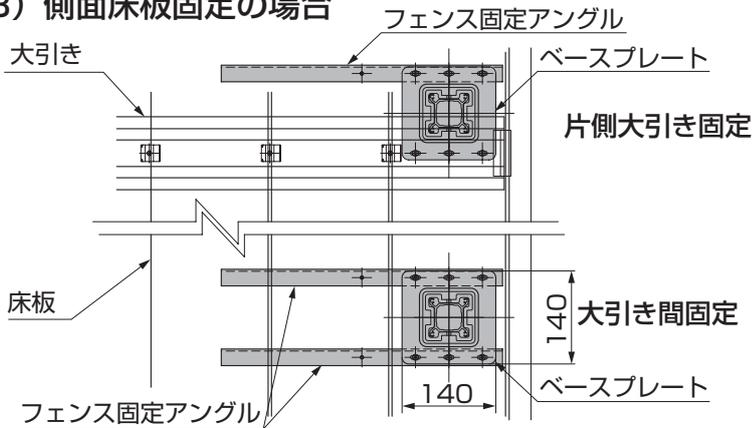
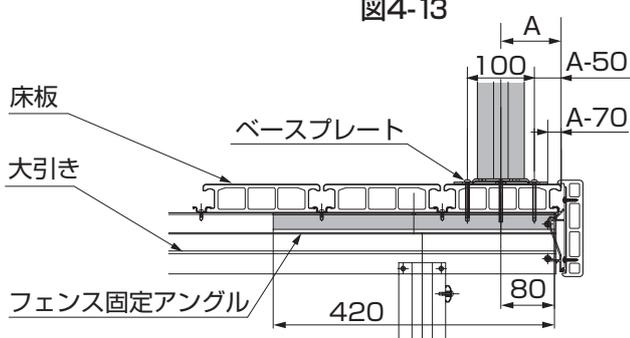
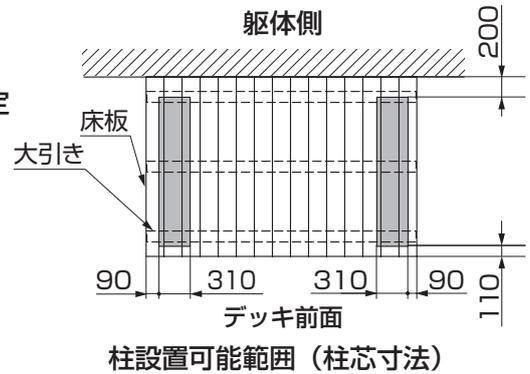
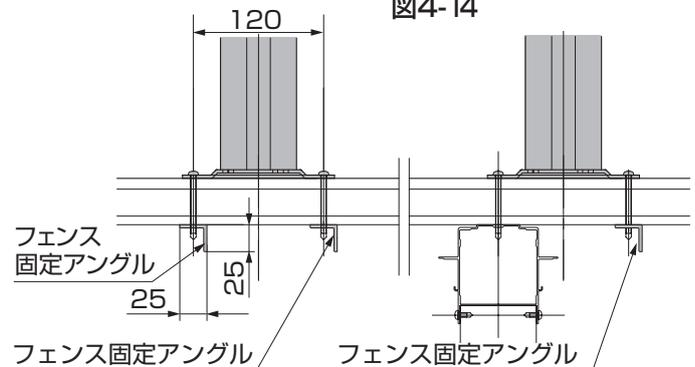

図4-13
図4-15
図4-14
図4-16
- 片側を大引きに固定して立てる場合、大引き間に立てる場合には、図4-13、図4-14、図4-15、図4-16を参照して取付けてください。
- 図4-15のA寸法値の最小値は90mmです。
- 図4-15のA寸法の最大値は、フェンス固定アングルに手が届く約400mmの範囲内で自由に設定することができます。
②ネジ位置をマーキングしてください。
③マーキングした床板にφ5.5の下孔をあけてください。(※1)
④片側大引き固定の場合は、「4-1 ベース柱(1)正面床板固定の場合」の端部への取付けを参照してください。
⑤大引き間固定の場合、デッキの中心の下孔と、フェンス固定アングルの孔を合わせて、ベースプレートを【7-3】で2ヶ所取付けてください。(※2)
⑥ベースプレートを【7-2】で、床板の下にフェンス固定アングルをあてて4ヶ所取付けてください。